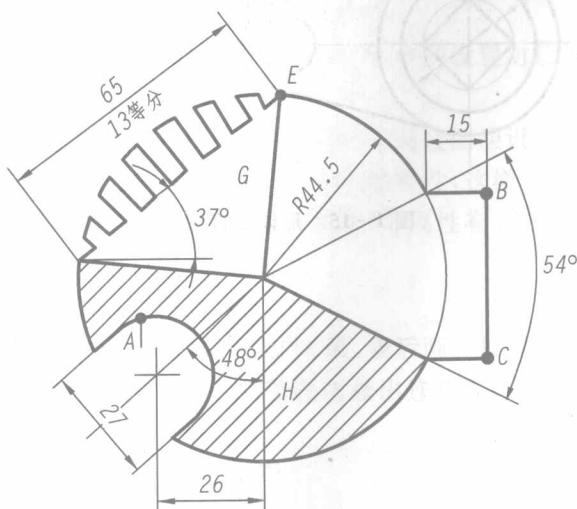

图 1-13 几何平面图形 6
18. 如图 1-13 所示, 根据图样要求绘制平面图形并求 A 弧长度和阴影面积。